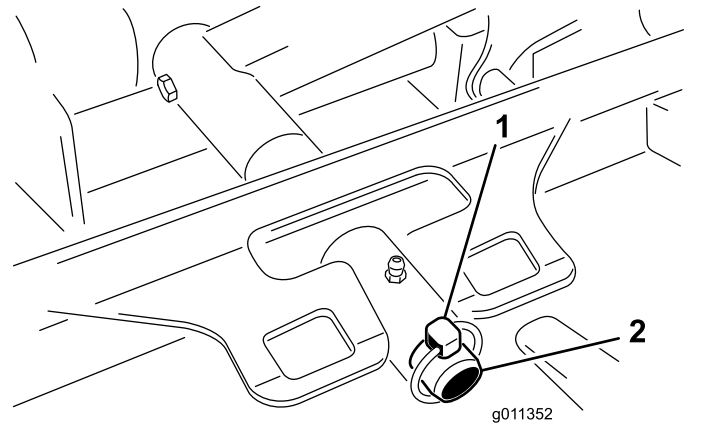

Bild 93
3. Entfernen Sie den Klappstecker (für Groundsmaster 4500-Maschinen) oder die Befestigungsmutter (für Groundsmaster 4700-Maschinen), mit dem bzw. der der Mähwerkträgerahmen am Lagerbolzen des Hubarms befestigt ist (Bild 93).
2. Schieben Sie den Trägerrahmen des Mähwerks auf den Lagerbolzen des Hubarms (Bild 93). Befestigen Sie das Mähwerk mit dem Klapstecker (für Groundsmaster 4500-Maschinen) oder der Befestigungsmutter (für Groundsmaster 4700-Maschinen) am Lagerbolzen.